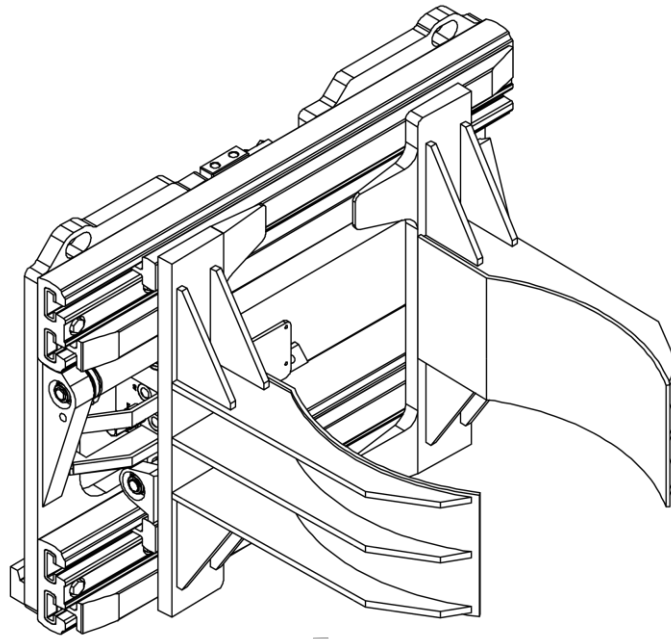
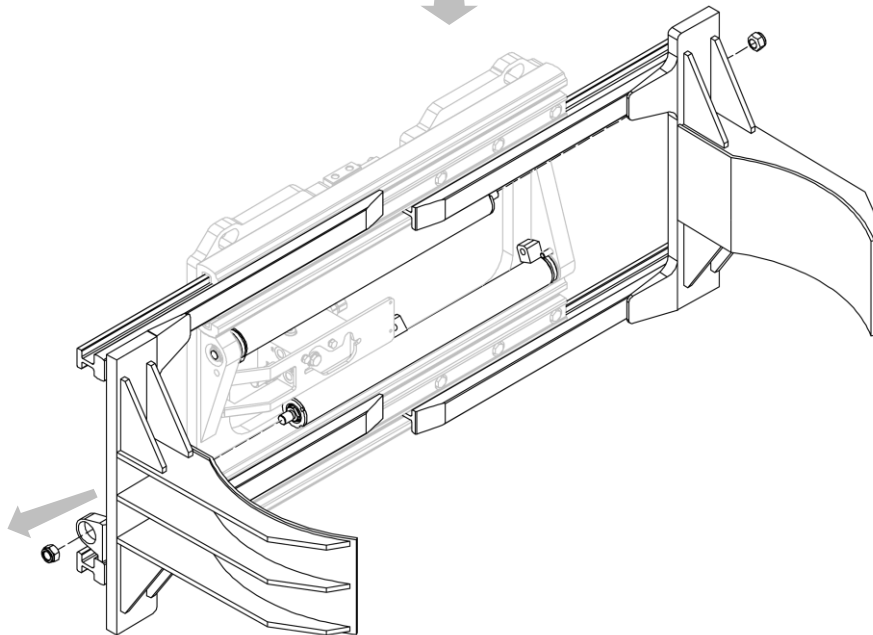

Figura 28
Figura 29
2. Quitar los perfiles con los brazos después de desatornillar tuercas que bloquean los cilindros (mira *Figura 28* y *Figura 29*).